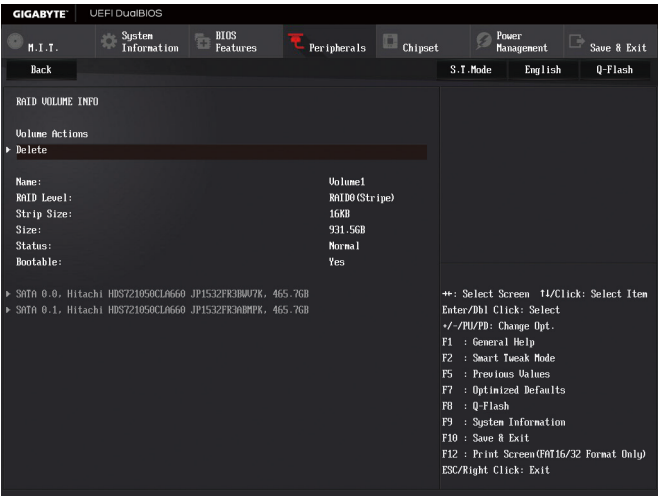

图7
完成后画面将恢复「Intel(R) Rapid Storage Technology」画面，即可在「RAID Volumes」处看到建立好的磁盘阵列。若要检视更详细的数据，可在该磁盘阵列上按<Enter>键，即可看到例如磁盘阵列模式、区块大小、磁盘阵列名称及磁盘阵列容量等信息(图7)。